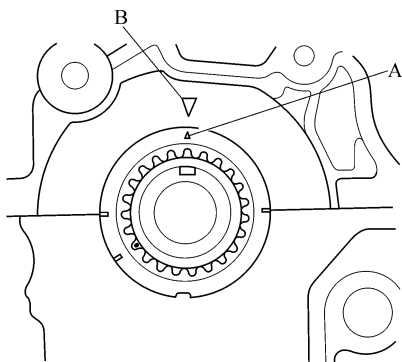

图 2-67 设定曲轴于 TDC 位置
1) 将曲轴置于上止点 (TDC)。将曲轴链轮上的 TDC 标记 (A) 与发动机气缸体上的指针 (B) 对准, 见图 2-67。